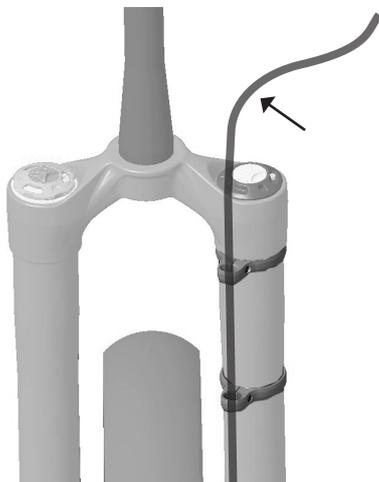
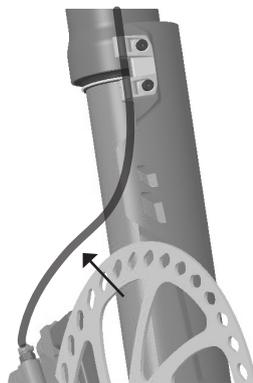

图 8: 上刹车油管导槽上方有足够的油管长度
图 9: 刹车油管弧线和刹车碟的间隙
5. 确认上刹车导槽至刹车手柄的刹车油管长度充足(图 8)。确认刹车油管卡扣和刹车钳之间的刹车油管呈平滑弧形(图9)。在前叉压缩过程中, 刹车油管的各段不得受挤压。